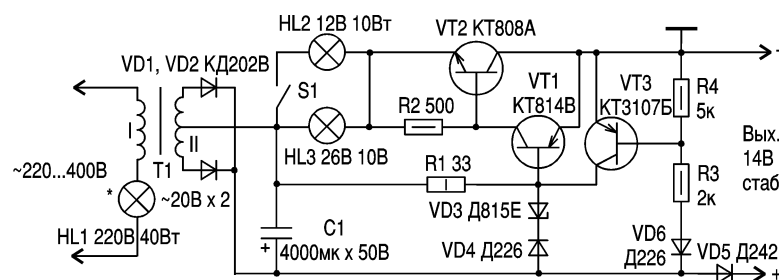

рис.6
На рис.6 приведена схема зарядного устройства - стабилизатора питания. Зарядное устройство питает аккумуляторную батарею, которая является мощным источником тока, способным мигом вывести из строя выпрямительный мост в "беззащитных" схемах. Стабилизатор питания при его подключении к устройству с гальванической батареей тоже может испытать "удар" током. Исходя из таких предпосылок было решено защитить зарядное устройство-стабилизатор от аварийных режимов.
**Полупроводниковые стартеры.** Существует ряд схем подобных стартеров. Все они работают по принципу ключа. Наиболее полно требованиям к стартерам отвечают полупроводниковые стартеры ждущего зажигания (рис.6,в, РЭЗ/01). Они обеспечивают достаточный во времени нагрев электродов и размыкание в определенной фазе напряжения, что гарантирует величину и длительность импульса. Другие типы стартеров употребляются весьма редко ввиду сложности конструкции.